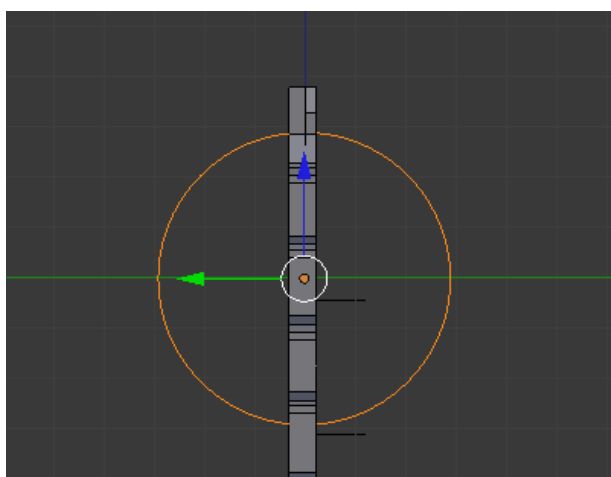

Figura 5.71
2. Insira um objecto do tipo **Bezier Circle**, **[Shift]+[A] > Curve > Circle**, e rode-a de  $90^\circ$  sobre yy, figura 5.71.